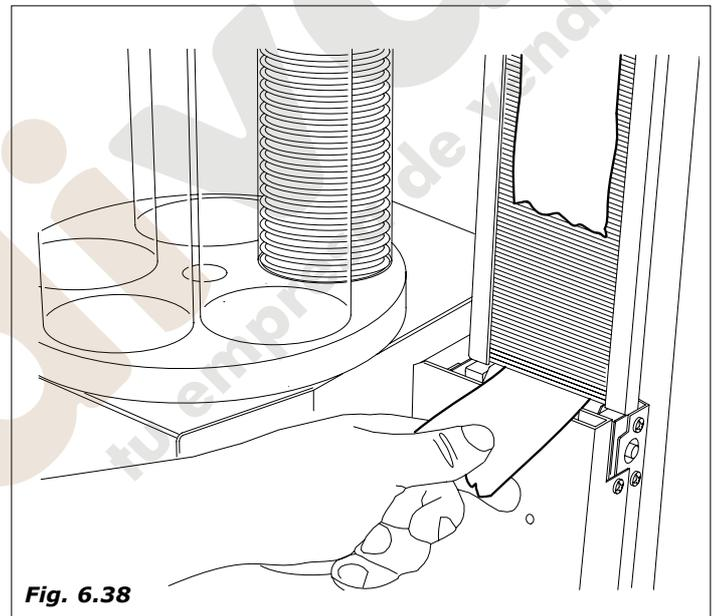

Fig. 6.38
- colocar las paletinas con el papel de embalaje; cuando están en posición quitar el papel que las sujeta (Fig.6.38)